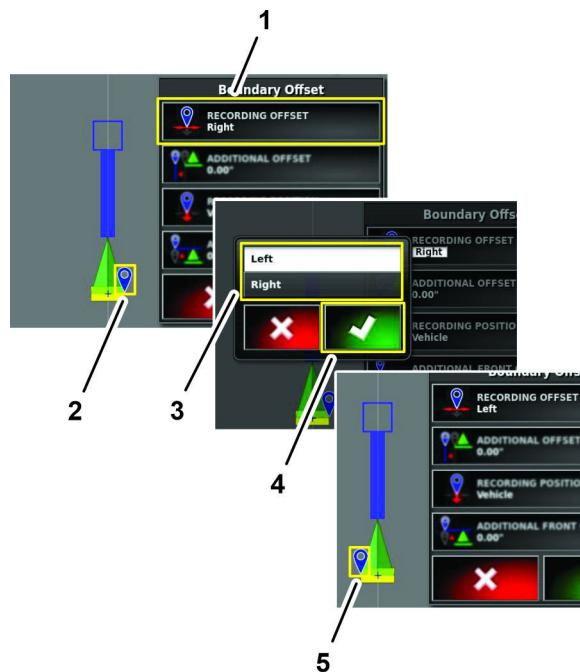

Figura 198
2. Nella finestra di dialogo, premete l'icona SINISTRA o l'icona DESTRA, quindi premete l'icona Conferma (Figura 198).
1. Premete l'icona OFFSET DI REGISTRAZIONE (Figura 198).